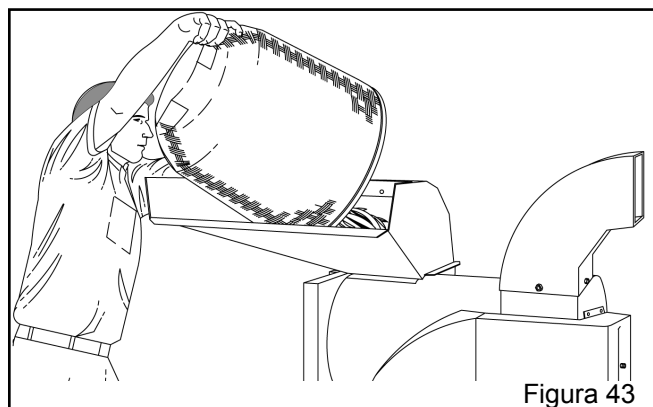

Figura 43
- Alimente a bica de entrada continuamente com as espigas de milho a serem debulhadas (Figura 43).